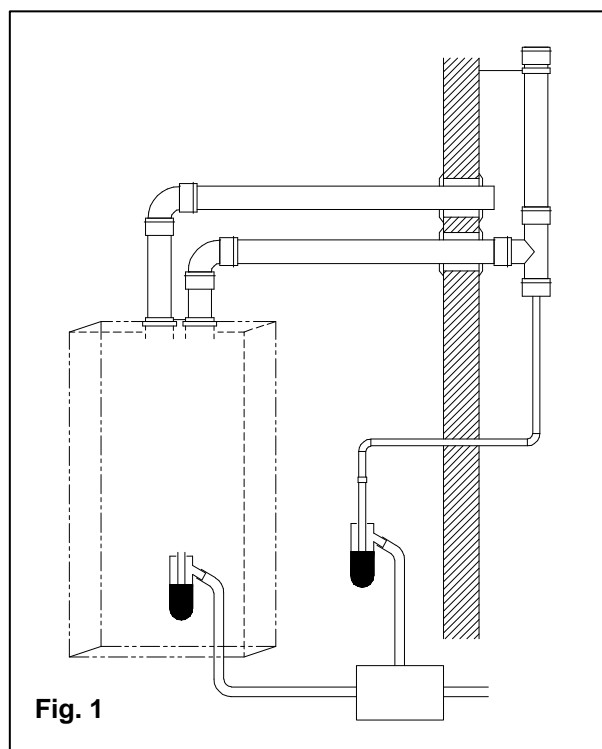

Fig. 1
- nel caso di installazione di condotto fumi verticale, inserire un sifone raccogli condensa alla base del condotto collegato alla rete fognaria dell'abitazione (fig. 1);
Per questo tipo di caldaia sono disponibili le seguenti configurazioni di scarico dei fumi: B23P, B33, C13, C23, C33, C43, C53, C63, C83 e C93 (vedi Fig. 1).